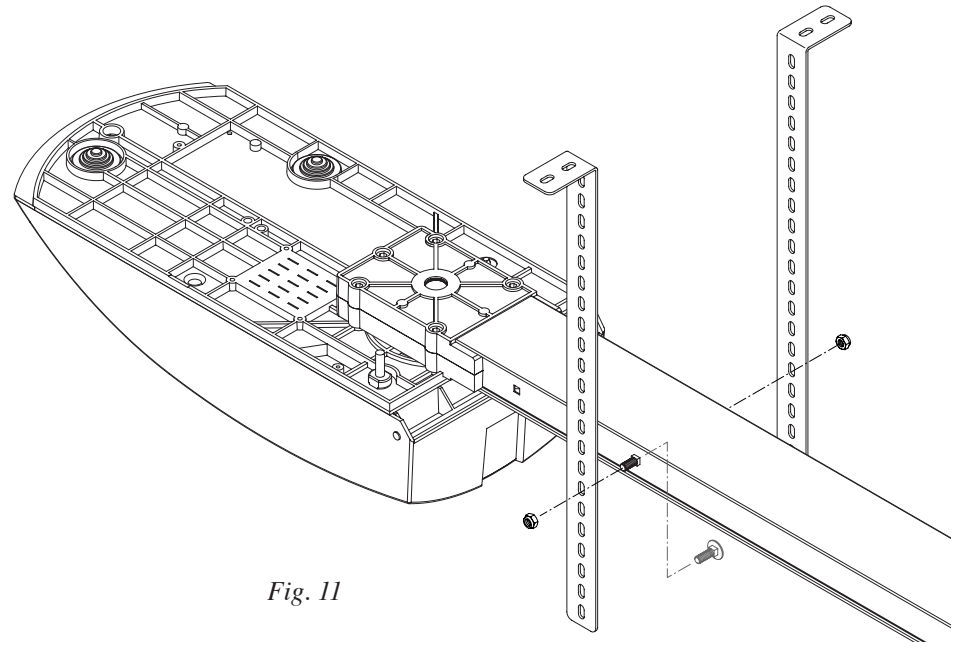

Fig. 11
- g) Die Bügel zur Befestigung an die Decke durch die Sitze in der Schiene in der Nähe des Antriebs (Abb. 11) einsetzen und mit den Schrauben M und den Muttern D befestigen. Die Schienen PTC.4 und TC.L4 sind mit weiteren zwei Bügeln versehen, die in der Nähe der Schienenverbindungsstellen befestigt werden.